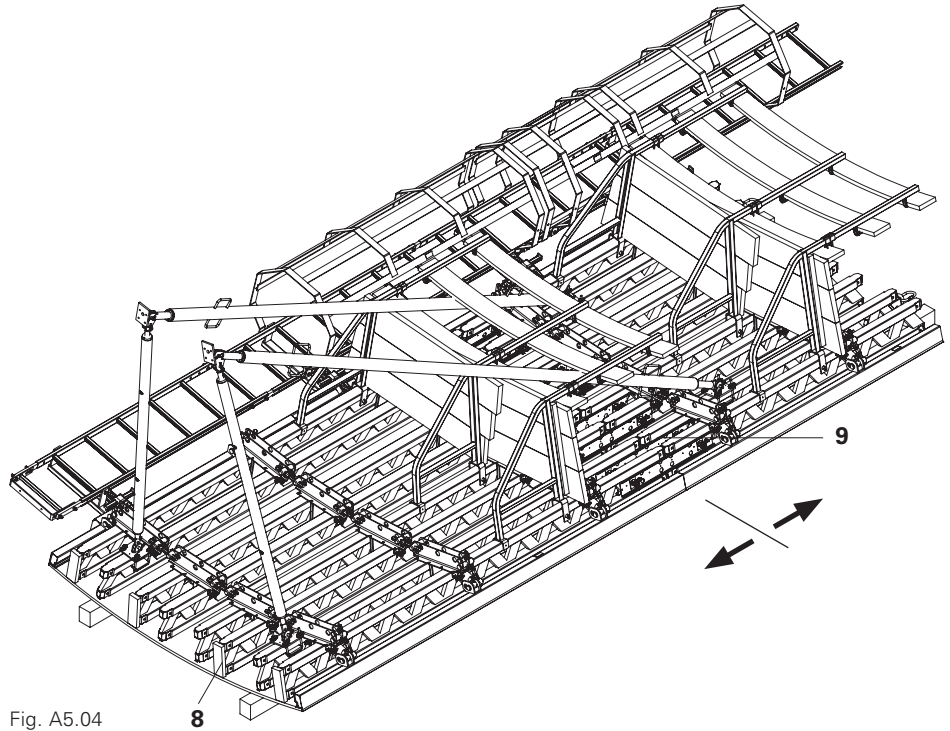

Fig. A5.04
1. Unir el módulo en posición horizontal hasta la altura prevista y colocar tablas de deslizamiento (8).
6. Montar mordazas para grúa (9), estabilizadores y tirantes regulables en el módulo base. (Fig. A5.04)